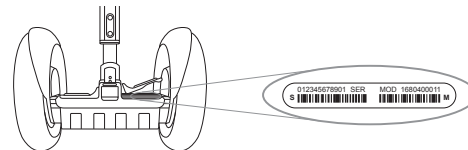

Ilustración 1: ubicación del número de serie del Segway PT
2. Busque el número de serie en la parte izquierda de la etiqueta. El número de serie es un número de 12 dígitos que empieza por "1" (consulte la **ilustración 1**).